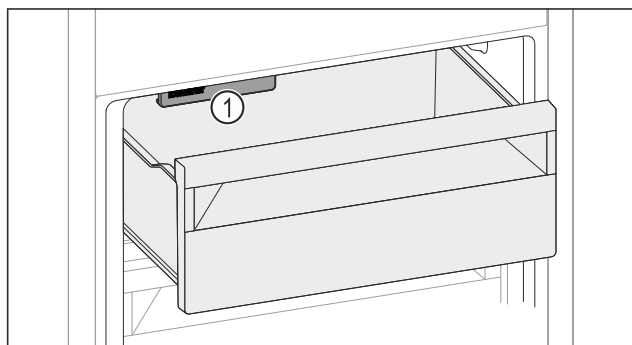

Fig. 224
- ▶ Dávejte pozor na IceMaker Fig. 224 [1].